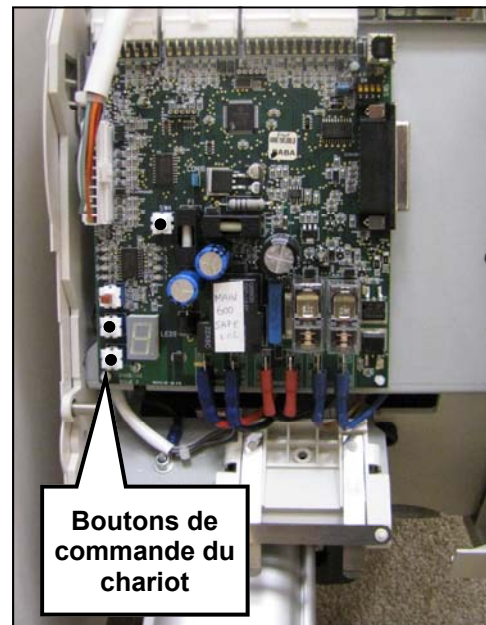

Figure 2
- À l'aide d'un outil approprié (par ex. tournevis de 100 mm minimum), soulever délicatement le bras de commande du régulateur de survitesse tout en déplaçant le monte-escalier vers le bas **au moyen des commande de direction montées sur l'ECU** (Fig. 2), jusqu'à ce que le contacteur du régulateur de survitesse coupe le monte-escalier.